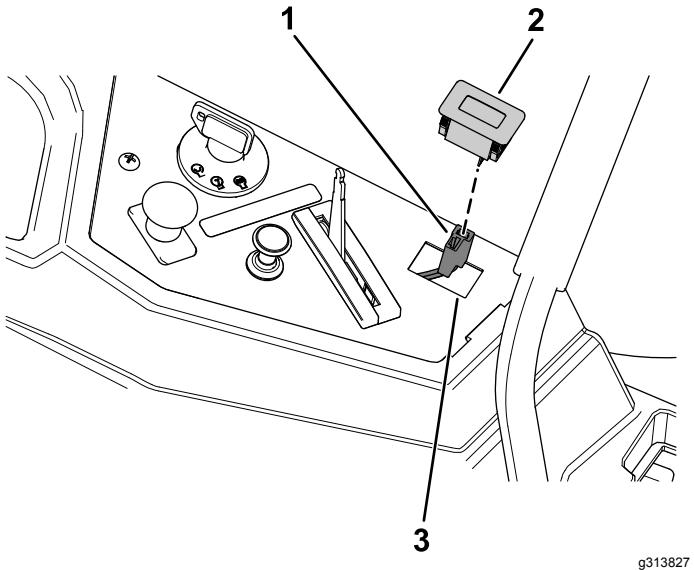

Bild 4
4. Schließen Sie den Betriebsstundenzähler am Kabelbaum an (Bild 4).
- Stecken Sie die zwei vertikalen Pole des Betriebsstundenzählers in die zwei Schlitze im Betriebsstundenzähleranschluss, wie in Bild 4 dargestellt.
5. Bauen Sie den Betriebsstundenzähler im Ausschnitt ein (Bild 4).